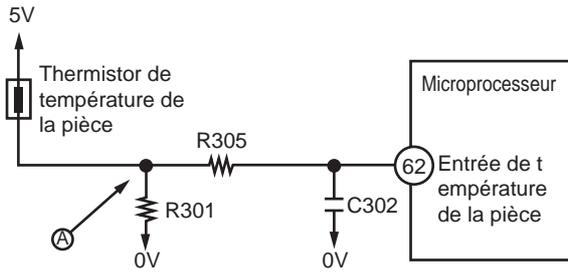

Fig. 5-1
- Fig. 5-1 représente le circuit à thermistor de température de la pièce.